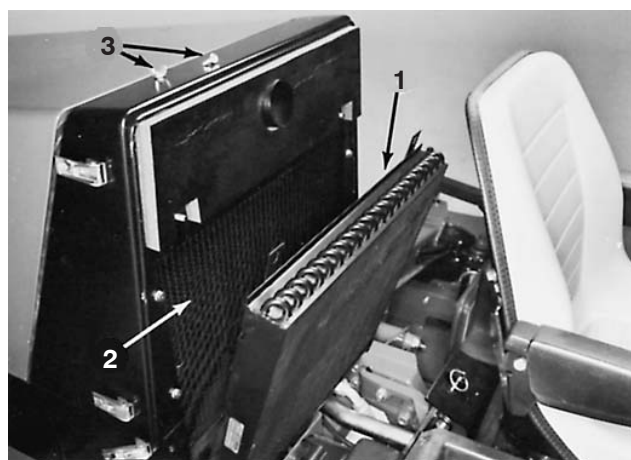

Figure 44
C. Retirez les écrous à oreilles de fixation du haut du refroidisseur d'huile au support supérieur du radiateur. Pivotez le haut du refroidisseur d'huile pour l'éloigner du radiateur (Fig. 44).